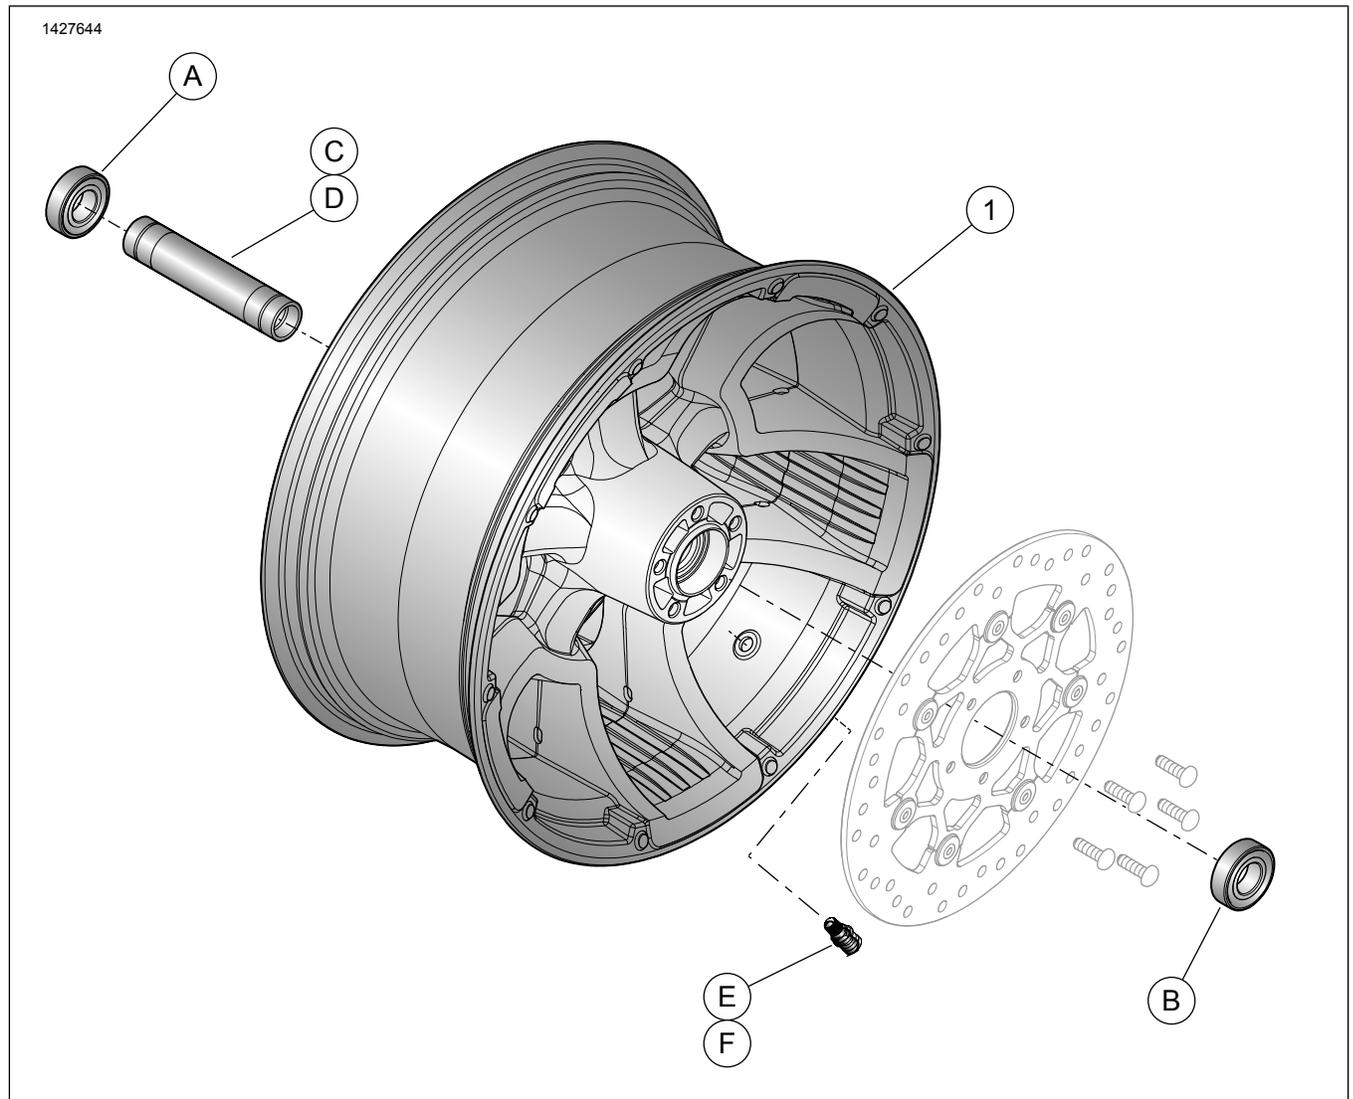

Figura 1. Piezas de servicio: Ruedas (16 pulgadas se muestra)
Consulte Figura 1 y Tabla 3 .
2. Figura 1 Instale el conjunto de vástago de la válvula en la rueda. Ver NEUMÁTICOS en el manual de servicio.